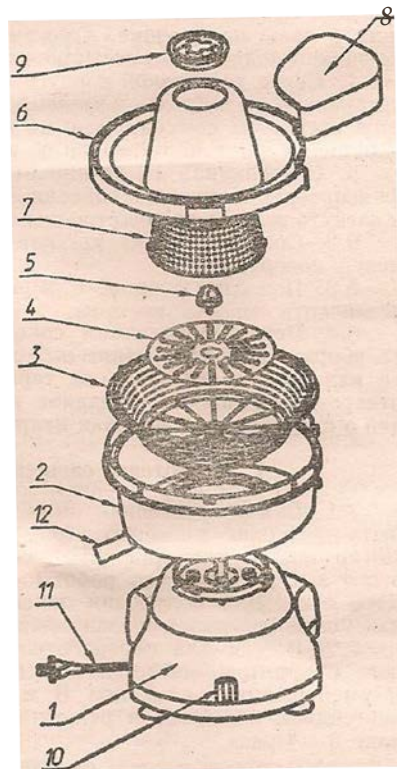

Рисунок 1.
5.1. Соковыжималка состоит из следующих основных частей (см. рисунок 1):
6.1. Перед работой новой соковыжималки или после длительного хранения соковыжималку следует разобрать по рис. 1, промыть детали в соответствии с разделом 8 и вновь собрать.